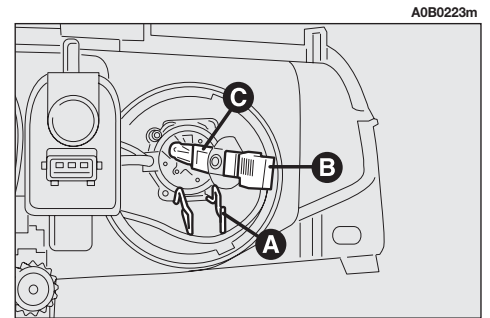

fig. 37
**MAIN-BEAM HEADLAMPS (fig. 37)**